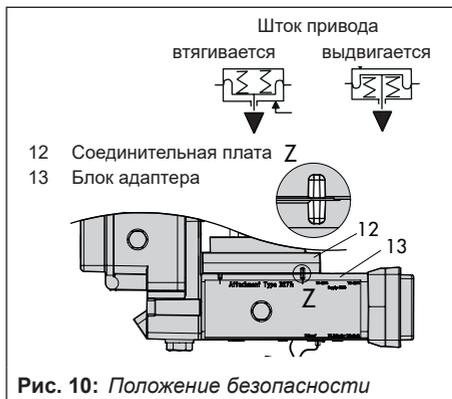

Рис. 10: Положение безопасности
7. Вставьте болты (13.1) в центральные отверстия блока адаптера (13).
8. Установите соединительную плату (12) с уплотнением (12.1) в соответствии с положением безопасности "Шток привода выдвигается" или "Шток привода втягивается" на болты (13.1). Активным является положение безопасности, при котором паз блока адаптера (13) совпадает с пазом соединительной платы (12) (рис. 10).
9. Установите блок адаптера (13) с соединительной платой (12) на приводе с помощью болтов (13.1).
Позиционер монтируется на ребре NAMUR по указаниям на рис. 10.